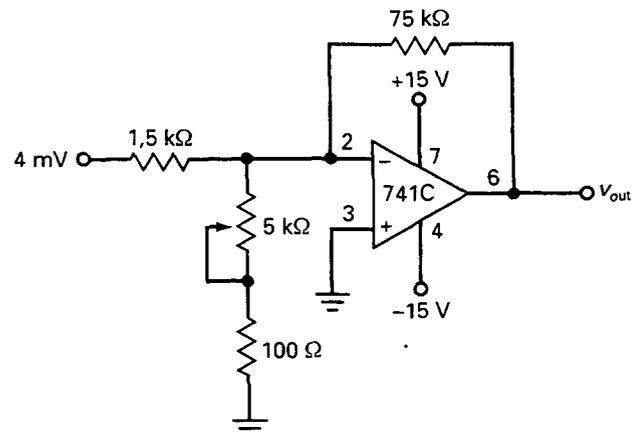

Figura 20-36
- 20-4. ¿Cuál es la tensión de salida en la Figura 20-36? ¿Cuáles son el ancho de banda mínimo y máximo si $f_{\text{unidad}} = 1 \text{ MHz}$?